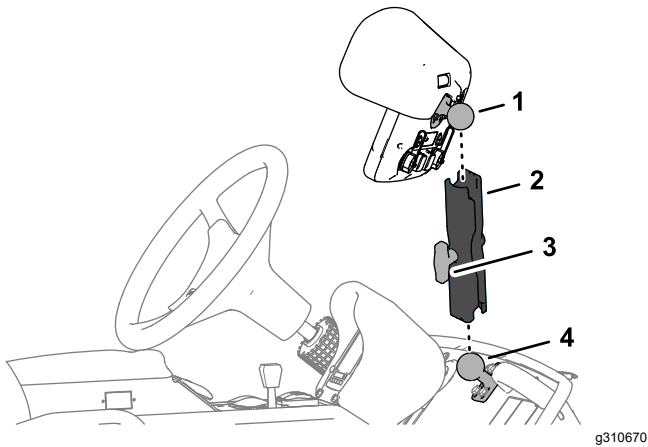

Figura 137
- Afloje el pomo del brazo del monitor hasta que pueda encajar el pivote de bola de la parte trasera del monitor de fumigación y el pivote de bola del soporte del panel de instrumentos en los alojamientos del brazo del monitor (Figura 137).
2. Desde el asiento del conductor (asiento izquierdo), ajuste la posición del monitor de fumigación para tener una visión clara de la pantalla (Figura 137).
3. Apriete a mano el pomo del brazo del monitor (Figura 137).